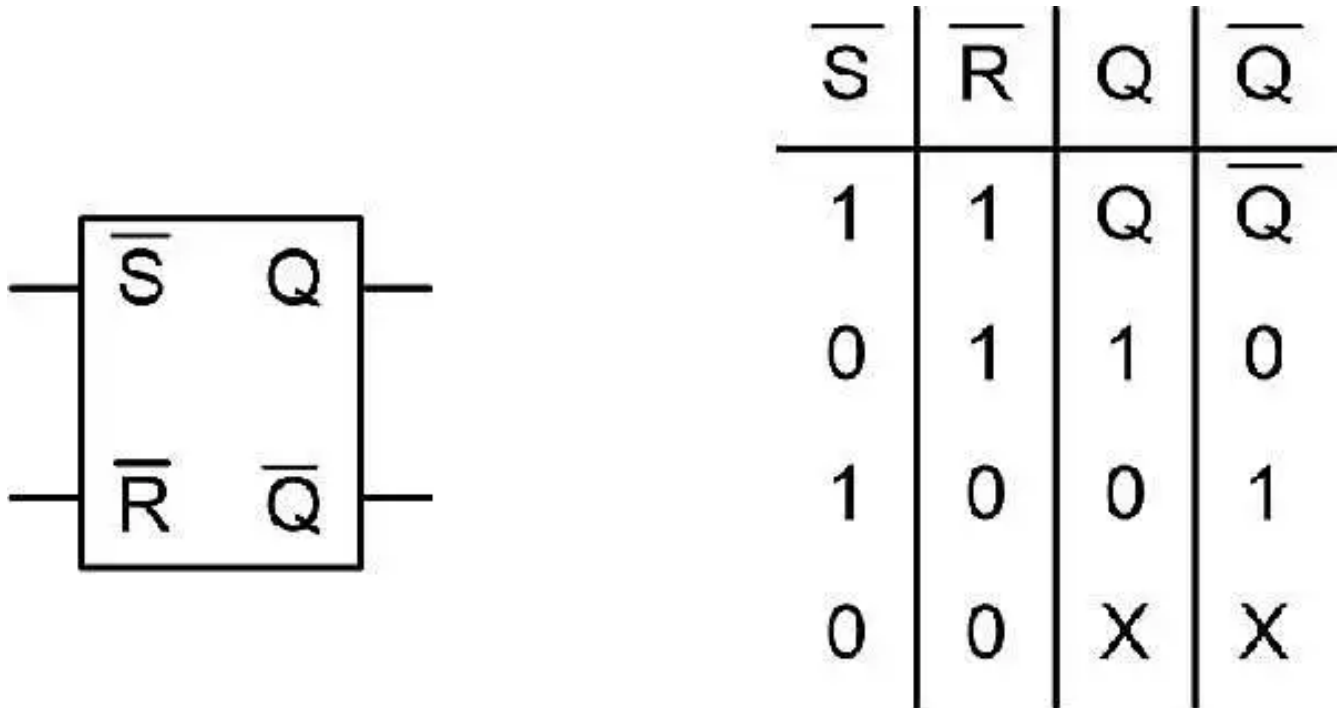

图 2. 具有低电平有效输入的 SR 锁存器及相应真值表。
可以通过简单的设置/复位 (SR) 锁存电路为电源转换器添加闭锁故障响应。图 2 展示了 SR 锁存器及其真值表。在本示例中，SR 锁存器的输入为低电平有效。这意味着当输入为高电平时，输出 Q 和 Q-Bar 不会发生变化。如果设置输入变为低电平，Q 将被设为高电平 (1)。如果复位输入变为低电平，Q 将为低电平 (0)。如果两个输入都为低电平，则输出为不确定状态，通常应避免这种情况。添加逻辑门可以避免这种情况。
图 2 简要说明了实现锁存电路的方法。许多电源转换器和监控电路都具有电源正常 (PGOOD) 输出。如果转换器出现故障，PGOOD 信号将拉至低电平，指示转换器出现问题。当 PGOOD 信号变为低电平时，锁存电路的输出 (Q) 将变为高电平，进而将转换器的 EN 引脚拉至低电平。当 EN 引脚变为低电平时，转换器将关闭，并不会自行重启。发送到锁存器的复位信号会重新启动转换器并使 Q 输出变为低电平，进而使 EN 引脚变为高电平。包含的反相器让连接更简单；这些反相器采用开漏金属氧化物半导体场效应晶体管 (MOSFET) 实现。